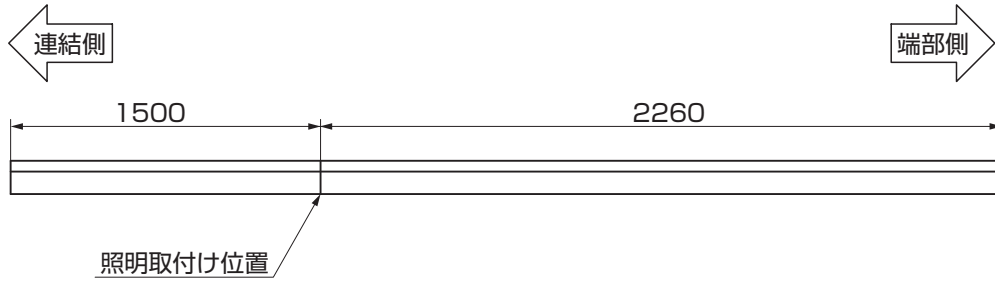

図3-6 FX30A用照明取付材(端部)取付け方向
- FX30A用照明取付材(端部)は、取付けに方向性があります。アーチに取付の際は注意してください。(図3-6参照)